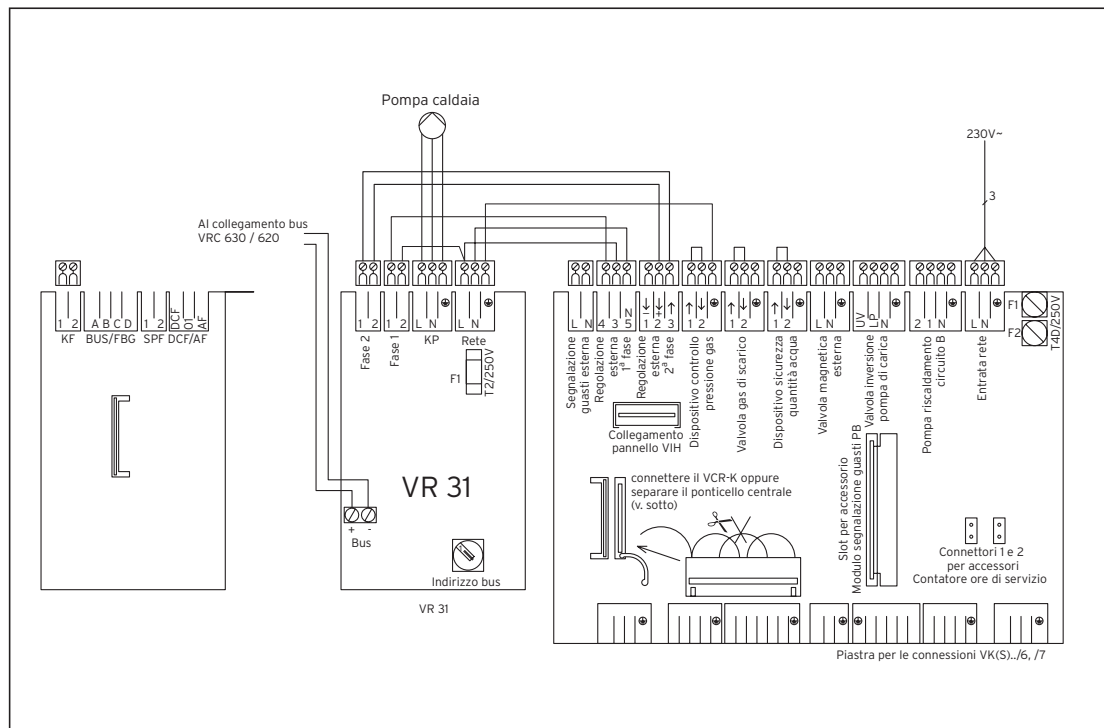

Fig. 4.2 Schema dei collegamenti
- Collegare l'accoppiatore bus alla caldaia (un esempio di collegamento elettrico è riportato in Fig.4.2)